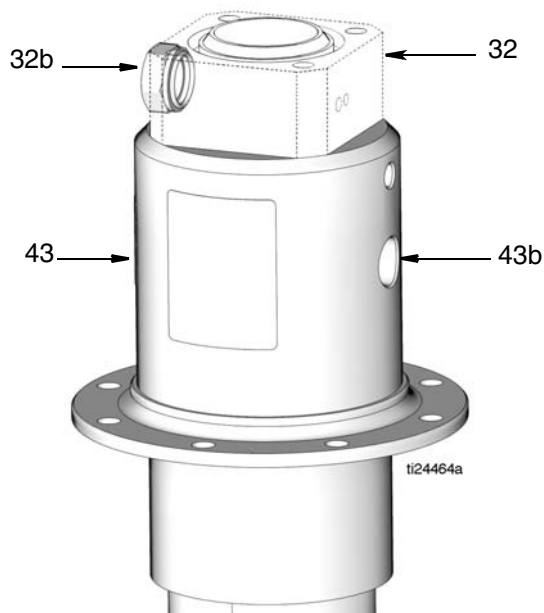
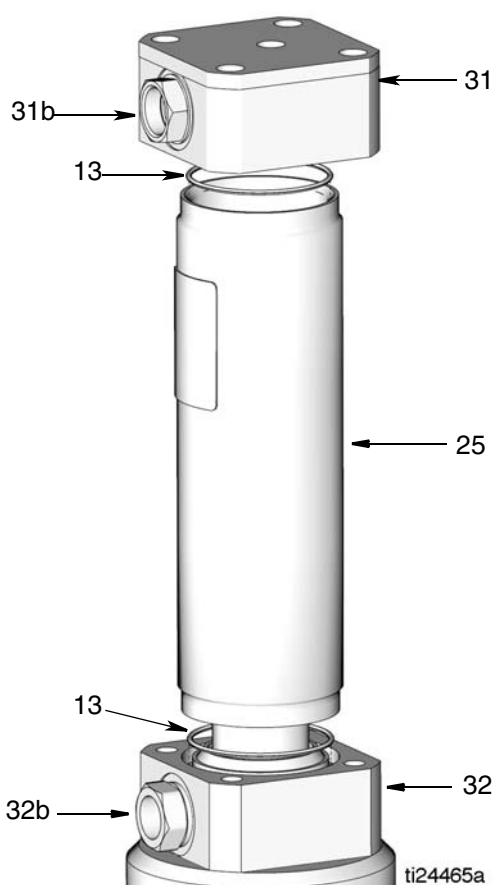

Рис. 14
Рис. 15
ПРИМЕЧАНИЕ. Присоединяя корпус двигателя (43) к нижней крышке цилиндра (32), следите за тем, чтобы отверстие (43b) в корпусе двигателя и отверстие (32b) в нижней крышке цилиндра были направлены в противоположные стороны, как показано на Рис. 14.
- Установите уплотнение (44) на гайку фиксатора (11). Установите гайку фиксатора в переходник насоса (8) (Рис. 14). Затяните гайку фиксатора с усилием 54–56 футофунтов (73–75 Н•м).
- Установите нижнюю крышку цилиндра (32) на цилиндр (25) таким образом, чтобы соединительные тяги (38) попали в соответствующие отверстия в верхней крышке цилиндра (31).
ПРИМЕЧАНИЕ. При установке нижней крышки цилиндра (32) на цилиндр (25), следите за тем, чтобы отверстие (31b) в верхней крышке цилиндра (31) располагалось на одной линии с отверстием (32b) в нижней крышке цилиндра (32). Убедитесь в том, что в верхней и нижней крышке цилиндра установлены уплотнительные кольца (13), как показано на Рис. 15.